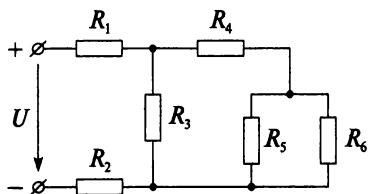

Рис. 3.25
4. Данную цепь (рис. 3.25) рассчитайте методом эквивалентных сопротивлений, если каждый резистор имеет сопротивление 5 Ом, а напряжение питающей сети 100 В.